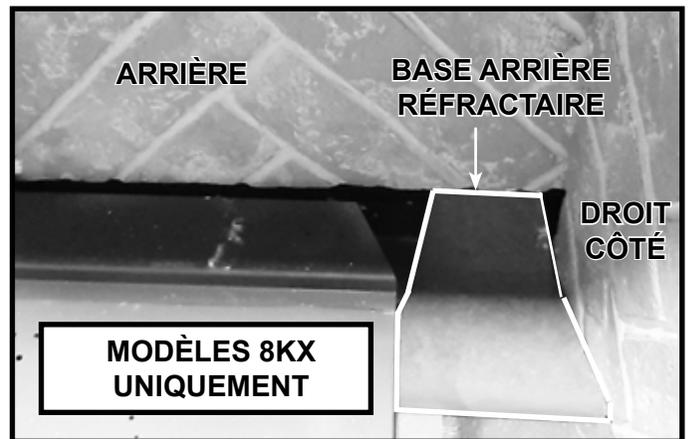

Figure 11.7 Modèles 8KX uniquement : Pièce réfractaire de la base arrière installée (côté droit illustré)
7. **Modèles de 1067 mm (42 po) uniquement :** Placez les pièces réfractaires de la base arrière sur les côtés gauche et droit à l'arrière de la boîte à feu. Poussez-les vers l'arrière et vers le côté de la boîte à feu, comme illustré à la figure 11.7. La pièce réfractaire de base doit être en contact avec le panneau réfractaire latéral et arrière.